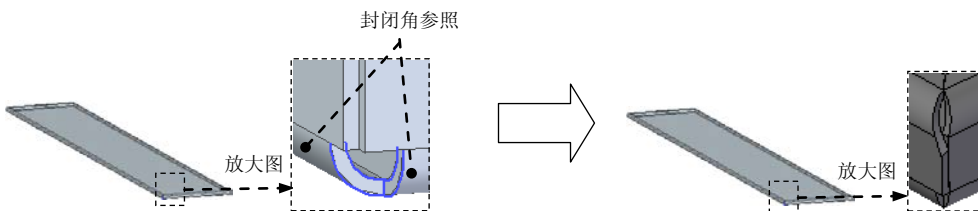

图 8.13.233 封闭角特征 1
Step11. 创建图 8.13.233 所示的封闭角特征 1。
(1) 选择命令。单击“主页”功能选项卡“钣金”工具栏中的“封闭二折弯角”按钮.
(2) 定义折弯至闭合。选取图 8.13.233 所示的相邻折弯特征为封闭角参照。